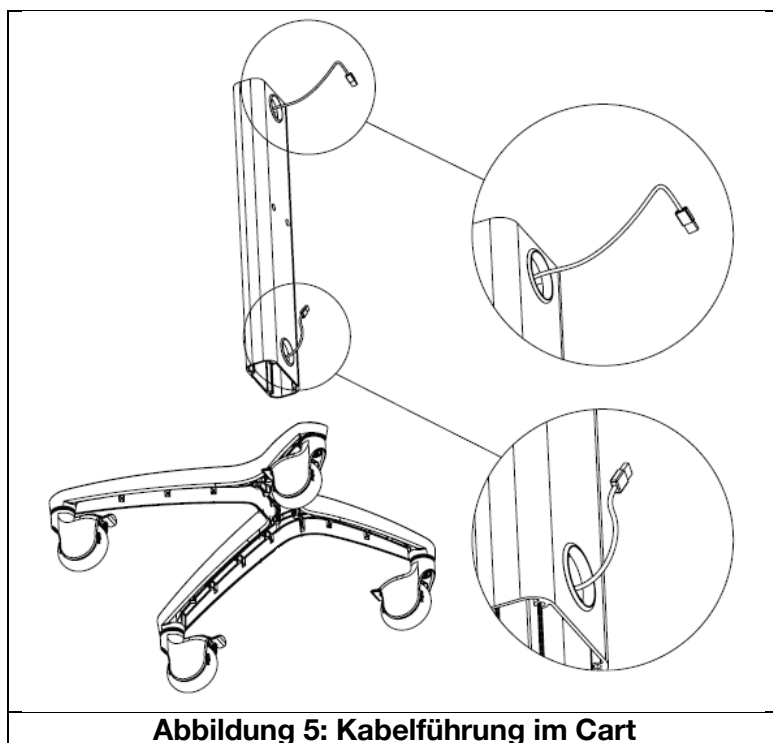

Abbildung 5: Kabelführung im Cart
9. Connect the power cables, as per the UPS manufacturer's instructions. Secure any loose cables to avoid the chance of them being caught under the wheels of the cart during transport, or any trip hazards. Utilise the cavity within the cart stem which is designed to feed cables through (Figure 5).
Informationen zur vollständigen Cart-Montage finden Sie in Abbildung 5.
9. Schließen Sie die Netzkabel gemäß den Anweisungen des USV-Herstellers an. Sichern Sie alle losen Kabel, um zu vermeiden, dass sie sich während des Transports unter den Rädern des Cart verfangen oder zu Stolperfallen werden. Nutzen Sie den Hohlraum im Schaft des Cart, der für die Durchführung von Kabeln vorgesehen ist (Abbildung 5).